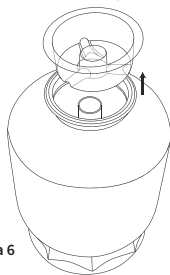

Figura 6
- d. Retire la tapa plástica del tubo central para colocar la válvula de 6 vías (Ver figura 6).